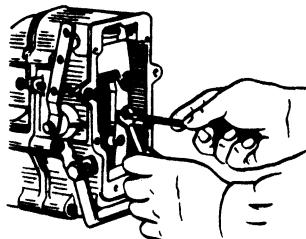

Рис. 64. Регулировка производительности секций насоса винтом регулировки номинальной подачи
9.1. При номинальной частоте вращения 1030 об/мин, соответствующей максимальной мощности двигателя, средняя цикловая подача должна быть равна $93\text{--}97 \text{ мм}^3/\text{цикл}$ для двигателя ЯМЗ-240М2, $138\text{--}142 \text{ мм}^3/\text{цикл}$ для ЯМЗ-240НМ2, $117\text{--}121 \text{ мм}^3/\text{цикл}$ — для ЯМЗ-240ПМ2. Величина этой подачи регулируется винтом регулировки номинальной подачи (рис. 64). При ввертывании винта подача уменьшается, при вывертывании — увеличивается.